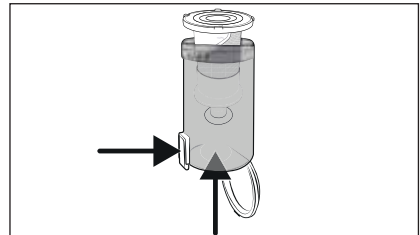

Fig. 18
- 3) Para retirar el filtro de acero inoxidable **5** del depósito de polvo **6**, pulse el botón de desencastre de la tapa del depósito de polvo **7**. Tras esto, retire el filtro de acero inoxidable **5** del depósito de polvo **6** deslizándolo desde abajo (consulte la fig. 18).